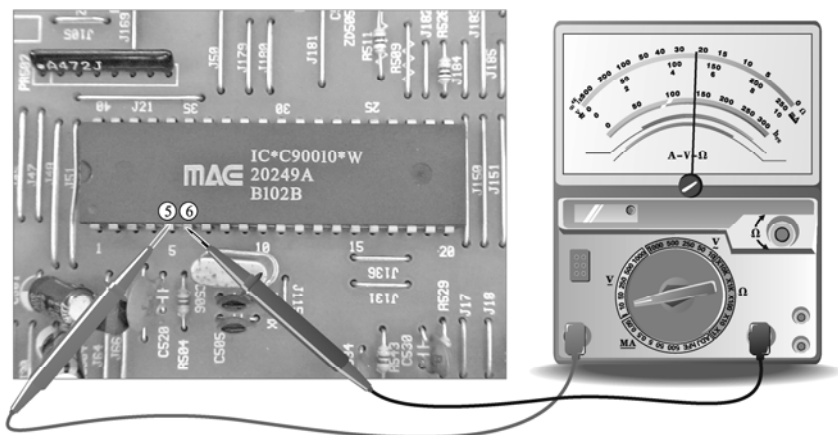

图 4-16 MAG 20249A ⑤脚 5V 供电的检测方法
微处理器 IC501（20249A）的供电电源是由⑤脚输入的，直接来自开关电源电路。正常时，该引脚应有 5V 的电压。检测时，用万用表的黑表笔接微处理器的接地引端⑥脚，红表笔接触微处理器的⑤脚，具体操作如图 4-16 所示。